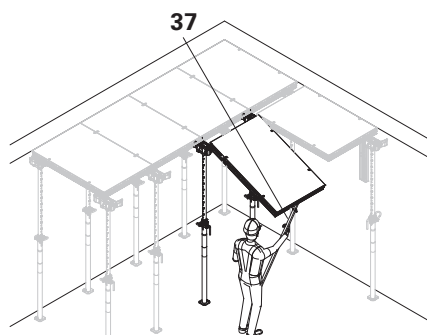

Fig. D2.14b
2. Relever le panneau DP à l'aide de la barre de montage DUO (37) et le maintenir sur la barre de montage. (Fig. D2.14b)